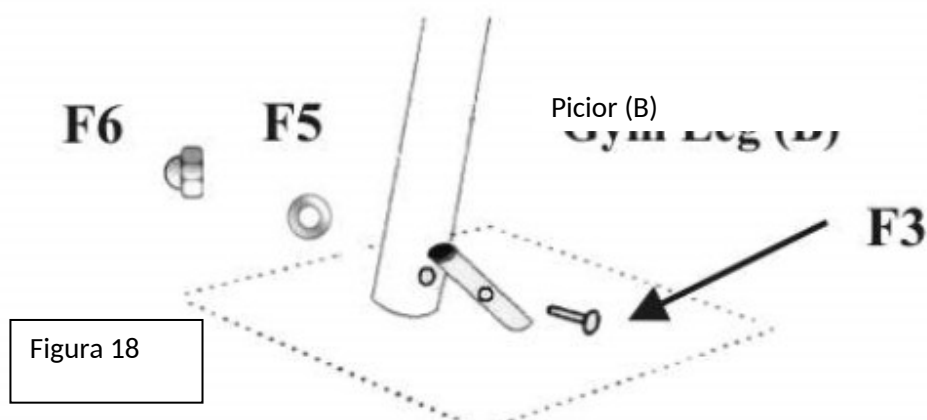

Figura 18
- 11.** După ce betonul s-a întărit complet, așezați locul de joacă astfel încât picioarele să fie lângă ancorele din sol. Înșurubați picioarele standului de leagăn pe ancore cu ajutorul unor șuruburi M6 de 53 mm (F3) (Figura 18). Folosiți șaibe M6 (F5) și piulițe M6 (F6). Strângeți bine piulițele, dar aveți grijă să nu le strângeți prea tare.